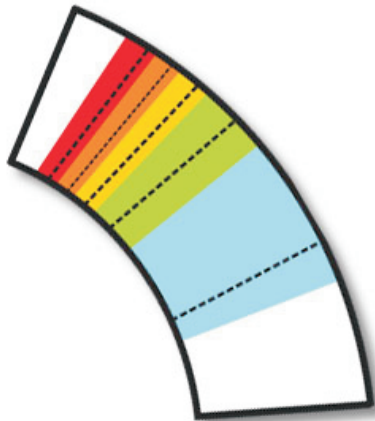
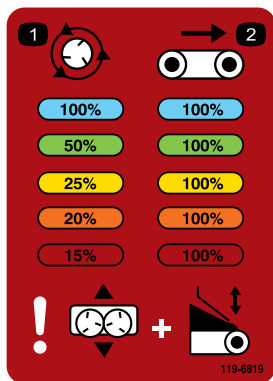

Figure 38
Figure 39
**Remarque:** Les couleurs sur l'autocollant de la Figure 38 et la Figure 39 correspondent aux couleurs de l'autocollant principal (Figure 30).
Réglez la commande hydraulique sur le trait de départ en pointillé de la zone de couleur correspondante (Figure 38). Vous pouvez varier les vitesses au besoin à l'intérieur de la zone de couleur correspondante.
**Télécommande sans fil :** Le réglage s'effectue en fonction du pourcentage indiqué dans la zone en couleur de l'autocollant et sur le tableau au dos de la télécommande sans fil (Figure 39).